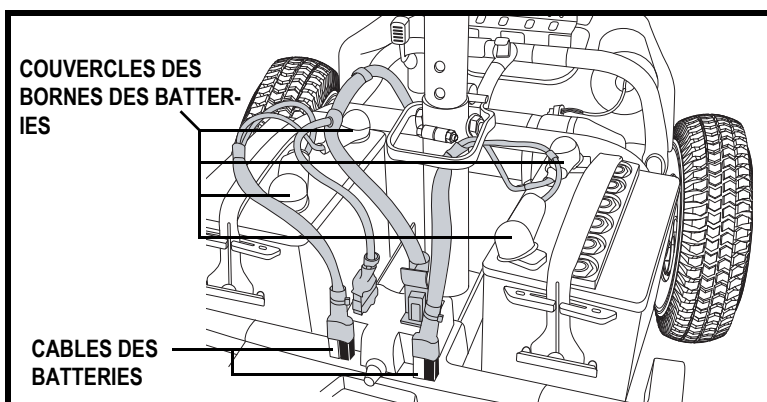

Figure 13. Cables et fils des batteries
3. Débranchez les câbles des batteries et tirez dessus à la verticale. Voir la figure 13.